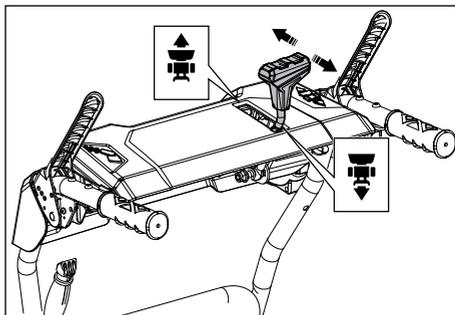

Рис. 25
4. Выберите направление и скорость движения с помощью рукоятки переключения скоростей (рис. 25). Рычаг имеет 6 положений для движения вперед и 2 для движения назад. Большее число соответствует большей скорости. Выбирайте скорость в зависимости от высоты и плотности убираемого снега, при большой высоте и плотности выбирайте меньшую скорость. Используйте более низкую скорость до тех пор, пока не привыкните к работе снегоуборочной машины.